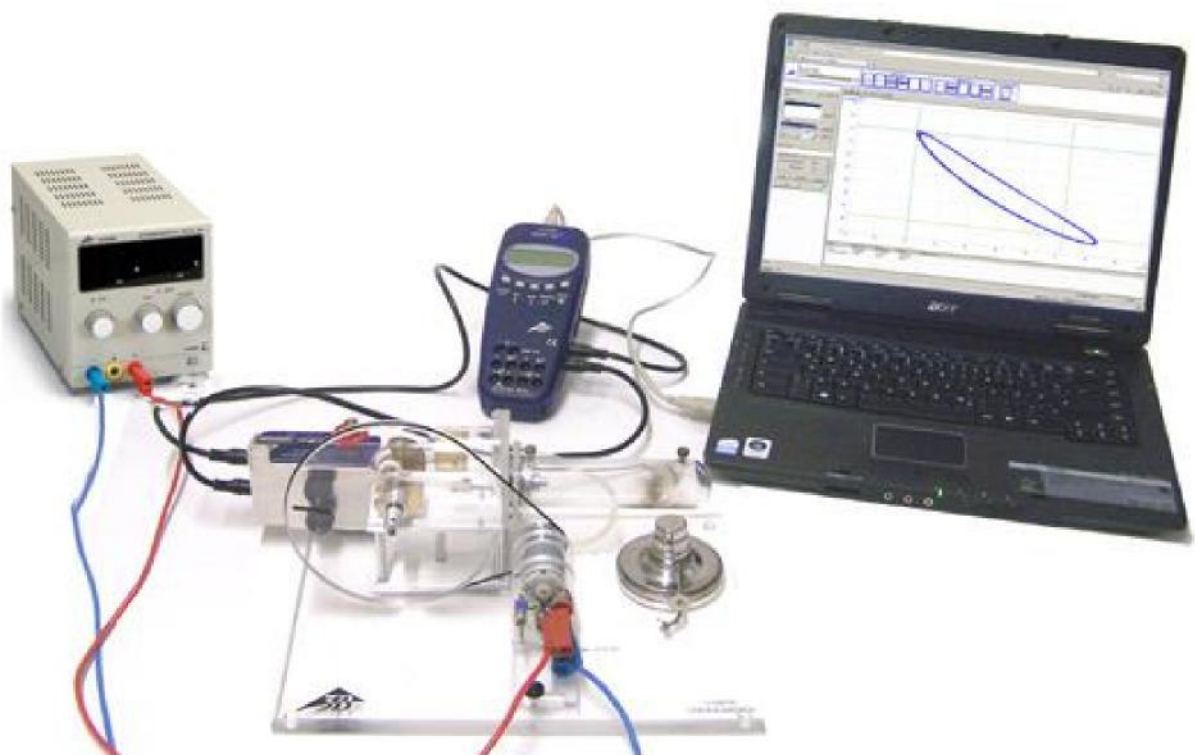

Fig. 4 Aufzeichnung des Druck-Volumen-Diagramms
- Schlauchanschluss „+“ des Relativdruck-sensors und Schlauchanschluss am Arbeitszylinder des Stirlingmotors mittels Schlauch aus dem Lieferumfang des Sensorenhalters (1008500) verbinden (siehe Fig. 4).